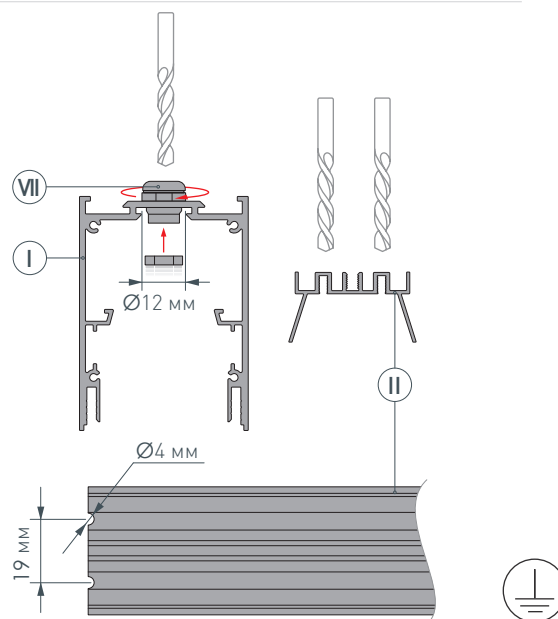

Рис. 1. Подготовка отверстий для вывода кабелей на основании для светодиодной ленты II. Вид сверху
- 1** / Просверлите отверстие  $\varnothing 12$  мм в профиле I для вывода сетевого кабеля, а также для установки клемм заземления профиля и блока питания. Затем просверлите два отверстия  $\varnothing 4$  мм в основании для ленты II для вывода кабеля питания светодиодной ленты, как показано на рис. 1. **Установите клеммы заземления профиля и блока питания.** Установите и зафиксируйте в профиле I, в отверстии для сетевого кабеля медную муфту VII.